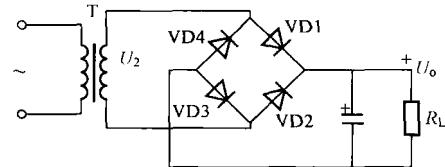

图 1-11 例 1-15 图
**【例 1-15】** 在图 1-11 的桥式整流电容滤波电路中，用交流电压表测量  $U_2 = 20V$ ， $R_L$  的标称值为  $40\Omega$ ，C 的标称值为  $1000\mu F$ 。现在如果用直流电压表测量  $R_L$  两端的电压（记作  $U_o$ ），出现下列几种情况时，试分析哪些是合理的，哪些表明出了故障，并指出原因。
- (1)  $U_o = 28V$ ; (2)  $U_o = 18V$ ; (3)  $U_o = 24V$ ; (4)  $U_o = 9V$ 。
**【例 1-17】** 设计图 1-11 所示的桥式整流电容滤波电路，要求输出电压  $U_o$  为 20V，负载  $R_L$  所需要的电流  $I_L$  为 600mA，交流电源电压为 220V、50Hz。